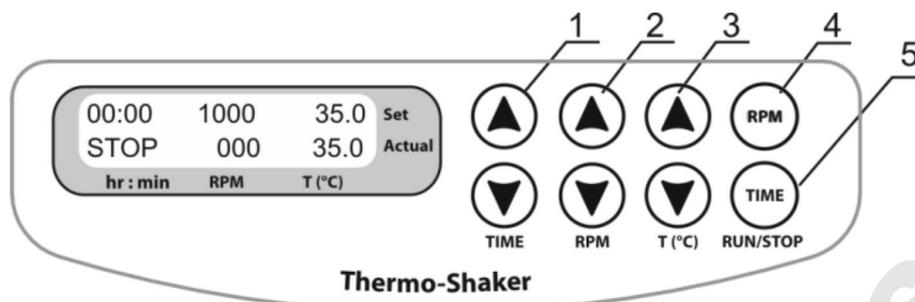
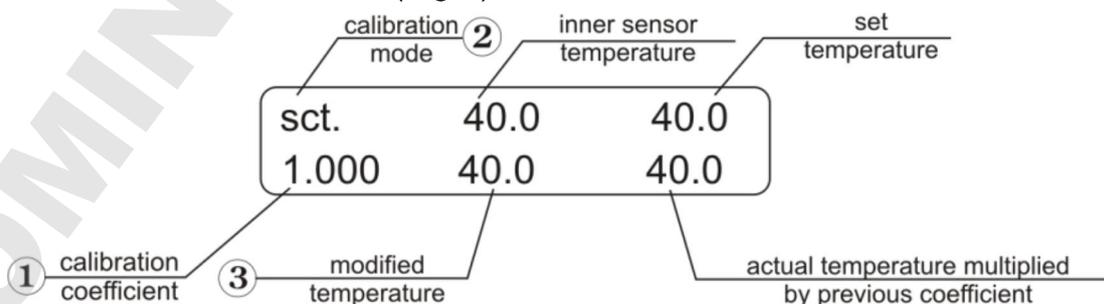

Fig.3 Panneau de configuration
Fig. 5 Panneau de configuration en mode de calibrage
- 4.3. **Réglage de la durée (TIME).** Utilisez les touches **TIME ▲** et **▼** (Fig. 3/1) pour programmer l'intervalle de durée de travail souhaitée en heures et en minutes (intervalle d'incrémentación de 1 min). Appuyez sur la touche pendant plus de 3 secondes pour augmenter l'incrémentación.
- 4.4. **Réglage de la vitesse (RPM).** À l'aide des touches **RPM ▲** et **▼** (Fig. 3/2), programmez la vitesse requise (intervalle d'incrémentación 10 tpm.). Appuyez sur la touche pendant plus de 3 secondes pour augmenter l'incrémentación.
- 4.5. **Réglage de la température (T °C).** Utilisez les touches T °C ▲ et ▼ (Fig. 3/3) pour régler la température nécessaire (intervalle d'incrémentación de 0,1°C). Appuyez sur la touche pendant plus de 3 secondes pour augmenter l'incrémentación.
- 4.7. Appuyez sur la touche **RPM-RUN/STOP** (Fig. 3/4). Le bloc thermostaté se mettra à tourner et l'indicateur du minuteur commencera à décompter l'intervalle de temps (précis à 1 minute près).
- 4.10. Il est possible de redémarrer le minuteur en cours de fonctionnement, si nécessaire. Appuyez une fois sur la touche **TIME-RUN/STOP** (Fig. 3/5) pour arrêter le minuteur. Appuyez de nouveau sur la touche **TIME-RUN/STOP** pour redémarrer le minuteur.
- 5.2. Pour entrer le coefficient de calibrage, maintenez la touche **TIME-RUN/STOP** (Fig. 3/5) appuyée pendant plus de 8 s pour activer le mode de calibrage. Le coefficient de calibrage s'affichera sur l'écran (Fig. 5/1).
- 5.3. Entrez la valeur 1,000 en utilisant les touches **RPM ▲** et **▼** (Fig. 3/3) pour rétablir les paramètres d'usine comme le montre la figure 5/1.
- 5.9. Maintenez enfoncée la touche **TIME-RUN/STOP** (Fig. 3/5) pendant plus de 8 secondes pour activer le mode de calibrage. Les paramètres suivants s'afficheront sur l'écran (Fig.5):
En utilisant les touches **Temp ▲** et **▼** (Fig.3/3), modifiez le coefficient de calibrage (Fig.6A/1) pour que la nouvelle valeur de température (Fig.6A/2) corresponde à la température du capteur autonome. Prenons l'exemple d'un coefficient de calibrage de 0,974 (dans la plage: entre 0,936 et 1,063; intervalle d'incrément de 0,001).
5.11. Une fois le calibrage terminé, appuyez une fois sur la touche **RPM-RUN/STOP** (Fig. 3/4) pour sauvegarder les changements et sortir du mode de calibrage.